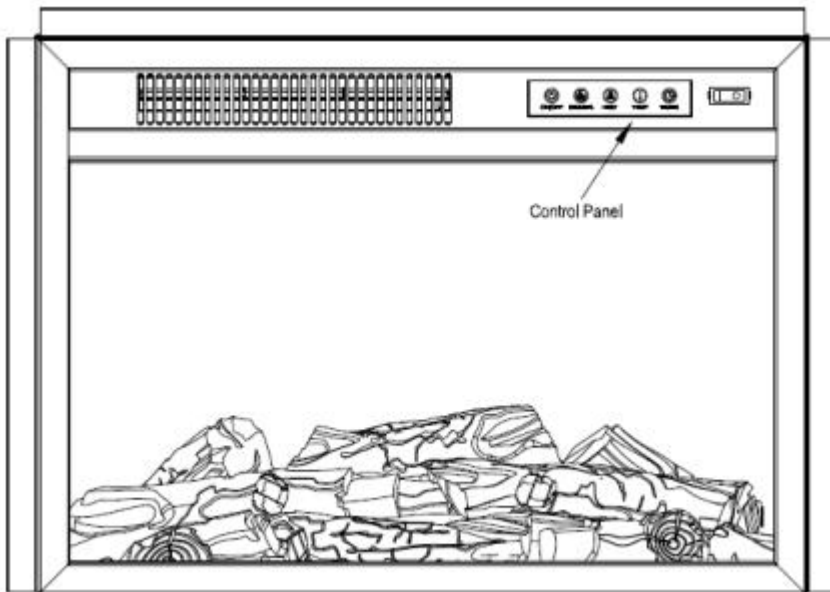

Abb. 2
1. Mit dem Bedienfeld, das sich oben rechts an dem elektrischen Kamin befindet (Abb.2).